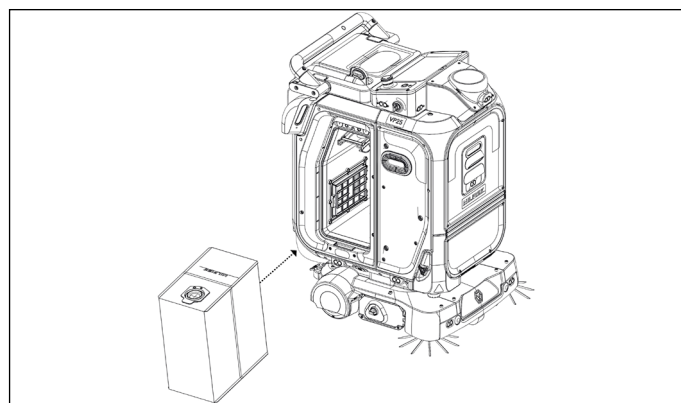

Abbildung 82
3. Schieben Sie die Staubbeutelmanschette in den Staubbeutelhalter (**Abb. 82**), und drücken Sie sie fest nach oben, um den Staubbeutelhalter einzurasten.